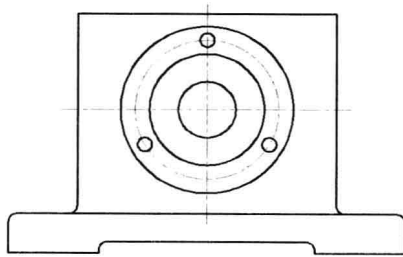

图 11-1-7
(7) 单击“预览”按钮,视图中显示环形阵列效果,如图11-1-7所示。按Enter键,接受阵列效果。